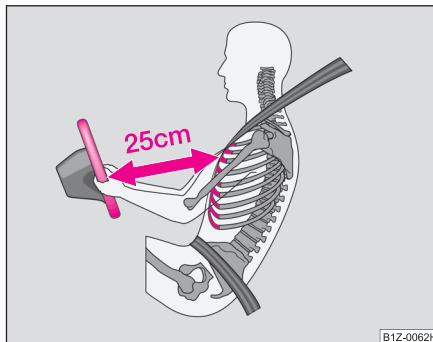

Fig. 99 Distanța sigură
- Între conducător și volan trebuie să existe o distanță de cel puțin 25 cm ⇒ fig. 99. Dacă nu se respectă această distanță, sistemul airbag nu își poate exercita eficiența maximă – Pericol!